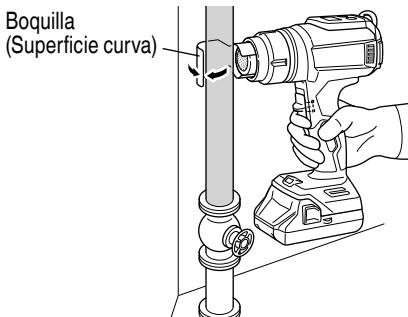

Fig. 17
**5. Descongelación de tubos de agua (Fig. 17)**